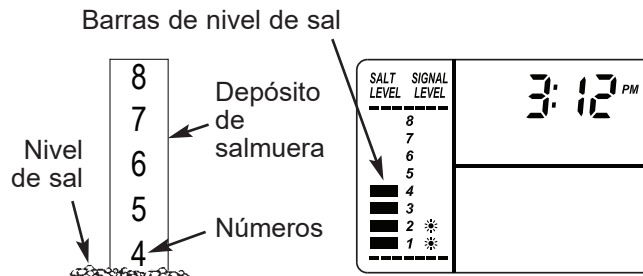

FIG. 25
2. La escala de nivel de sal, en el depósito de salmuera dentro del tanque, tiene los números 0 a 8 (vea la Fig. 25). Fíjese en el número más alto en el que esté nivelada la sal, o al que esté más próxima.
3. Presione el botón SET SALT LEVEL (Fijar el nivel de sal) tantas veces como sea necesario para que las barras de nivel de sal (vea la Fig. 25) coincidan con el número de la depósito de salmuera. En el nivel 2 o inferior, destellará la luz de "Bajo nivel de sal" (Vea la página 12).